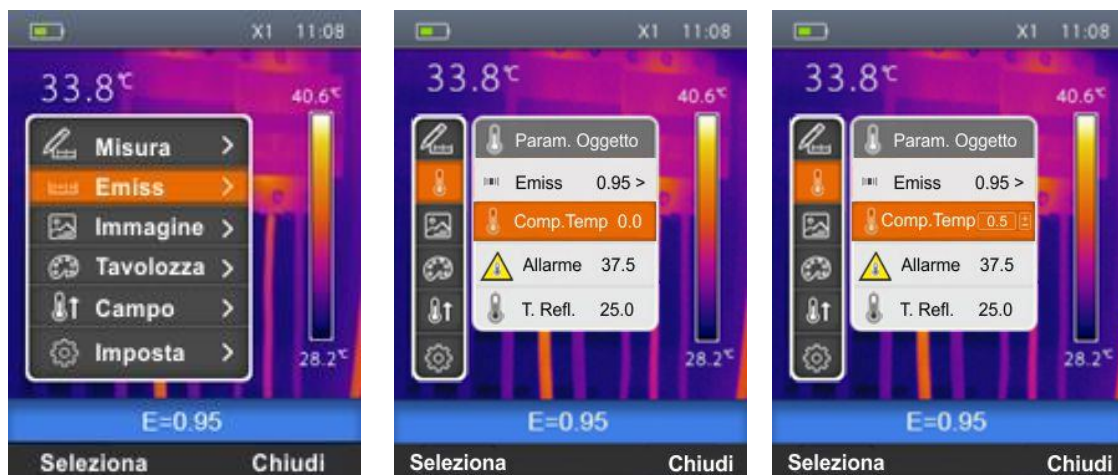

Fig. 19: Impostazione compensazione temperatura sullo strumento
1. Selezionare la voce “Emiss” con i tasti \oplus o \ominus e premere il tasto \Rightarrow . La videata di Fig. 19 - Parte centrale è mostrata a display
2. Usare i tasti \oplus o \ominus per selezionare la voce “Comp.Temp” e premere il tasto “Seleziona”. La videata di Fig. 19 – destra è mostrata a display.